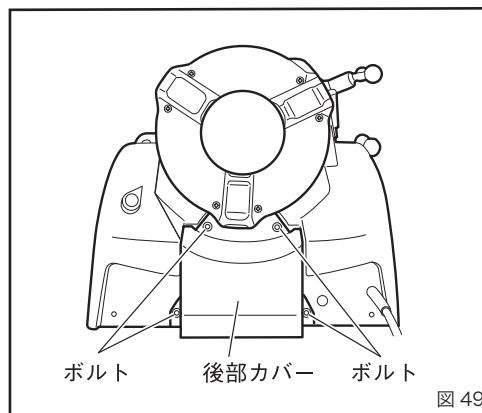

図 49
2. カーボンブラシの交換 (図 49、50)
①後部カバーの4ヶ所のボルトを取り外してください。(図 49)